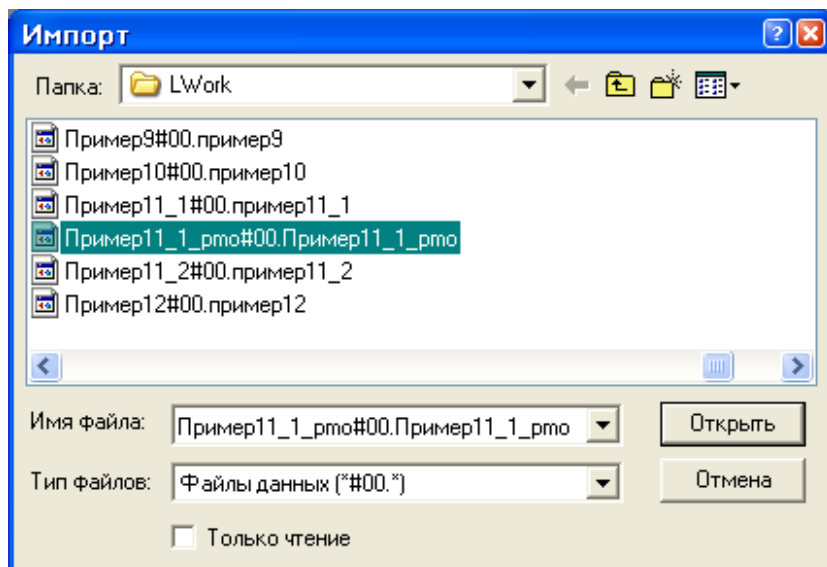

Рис.11.26. Диалоговое окно **Импорт**
- В диалоговом окне **Импорт** (рис.11.26) выделите файл **Пример11\_1\_рто#00.Пример11\_1\_рто**.